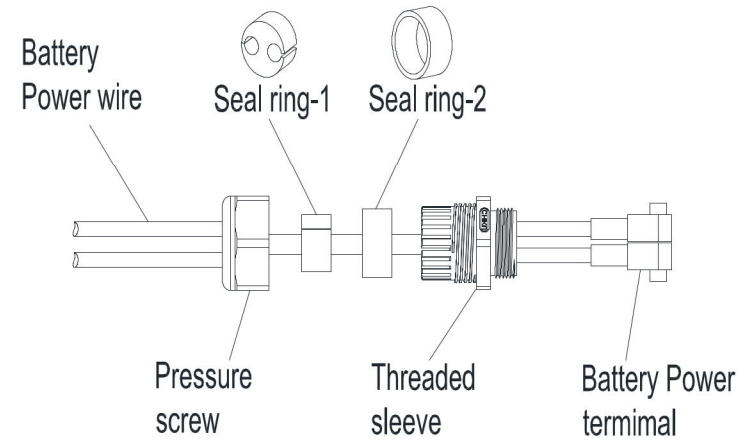

Figura 13 .Cablaggio cavi di potenza
2. Passare le linee elettriche della batteria rosso-nera attraverso il dado di fissaggio, il tappo in gomma impermeabile e la copertura impermeabile successivamente (come mostrato nella Figura 13), collegare i cavi della batteria interna in parallelo (come mostrato nella Figura 14) e collegare i contenitori della batteria in parallelo (come mostrato nella Figura 15);